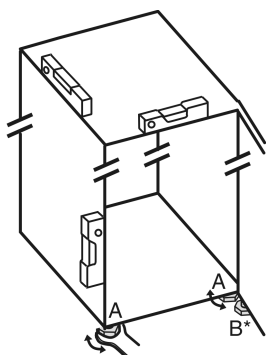

Fig. 23
- ▶ Svitare i piedini regolabili Fig. 23 (A) con la chiave a forchetta contenuta nella fornitura e con l'aiuto di una bilancia idrostatica, finché l'apparecchio non si trova in posizione stabile e piana.
- ▶ Con la chiave a forchetta in dotazione, svitare il piedino regolabile Fig. 23 (B) sul cuscinetto di supporto inferiore, fino a farlo appoggiare sul pavimento.
- ▶ Ruotare ulteriormente il piedino regolabile Fig. 23 (B) di 90°.